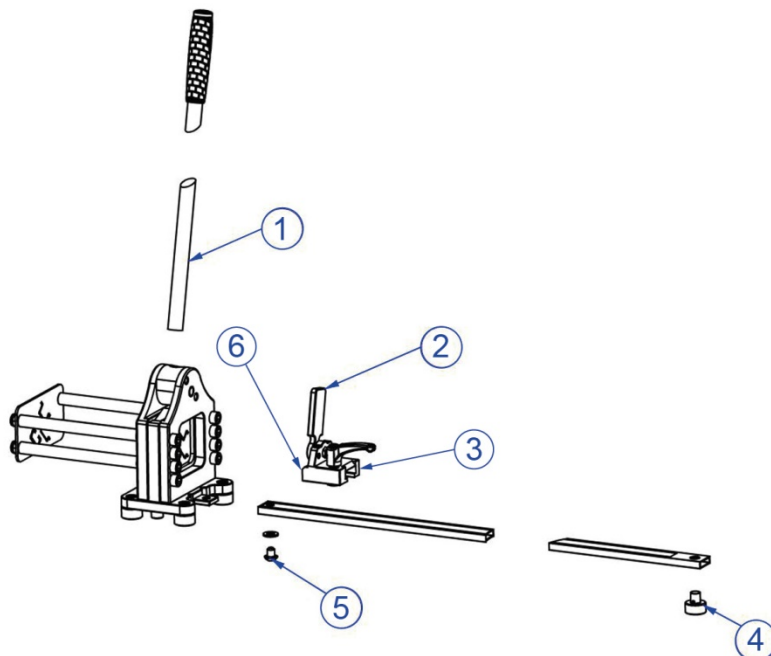

Abb. 3: Montagereihenfolge
- Zuerst den Handhebel in den Exzenterhebel einschrauben (Abb. 3, Pos. 1) und fest anziehen.
- Anschließend das beschriftete Lineal auf den Absatz der Grundplatte aufschieben und mit der M10x16 Schraube und Unterlegscheibe (Abb. 3, Pos. 5) fixieren.
- Nun den Anschlag (Abb. 3, Pos. 3) wie abgebildet auf das Lineal schieben und den einzelnen Standfuß (Abb. 3, Pos. 4) in die hintere Öffnung des Lineals einklicken.
- Hierfür den Anschlag mit der Ablesekante (Abb. 3, Pos. 6) z. B. bei 112,5 mm einstellen und den Abstand zwischen Anschlagklappe (Abb. 3, Pos. 2) und Scherplatte mit einem Stahlmaßstab messen.
- Die M10x16 Schraube (Abb. 3, Pos. 5) fest anziehen, damit das Lineal genau positioniert ist.